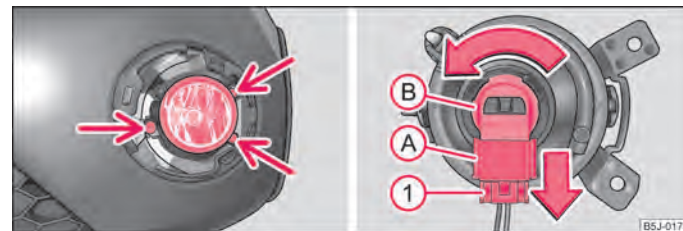

Fig. 158 Bara de protecție față: Proiectoare de ceață/înlocuirea becurilor
- Deșurubați, cu ajutorul șurubelniței din trusa de scule ¹⁾, șuruburile ⇒ fig. 158 - stânga.
- Apăsați siguranța ① ⇒ fig. 158 a fișei (A) și scoateți fișa electrică din dulia (B).
- Rotiți dulia (B) cu becul spre stânga până la limită și scoateți-o.
- Introduceți fișa (A) în dulia (B).